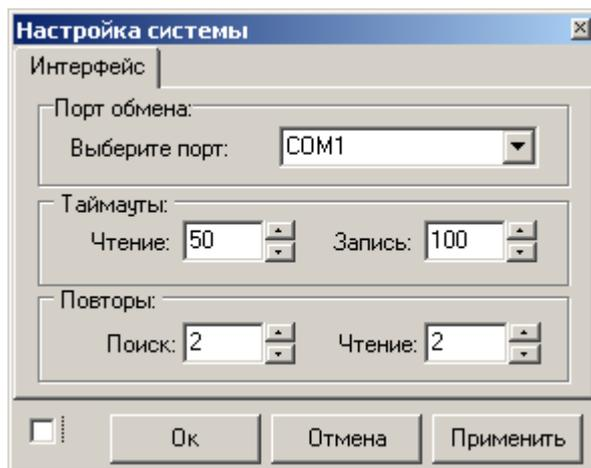

Рис. 2
- кнопка «**Настройка системы**» (пункт меню «**Настройка системы**») вызывает диалоговое окно настройки COM порта (рис.2);
Подключите Кодас-БКУ к компьютеру (см. п. 3), запустите программу «kFireProg», для создания новой конфигурации нажмите на кнопку «Настройка системы» (пункт меню «Настройка системы»), появится диалоговое окно, в котором на вкладке «Интерфейс» укажите номер СОМ порта, к которому подключен Кодас-БКУ (рис.2), далее кнопку «Ок».